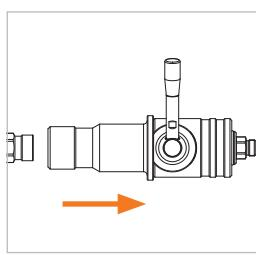

Abbildung 6
► Heben Sie den Schlauch an der Füllkupplung leicht an und ziehen Sie die Füllkupplung gerade vom Tanknippel ab (*Abbildung 6*).